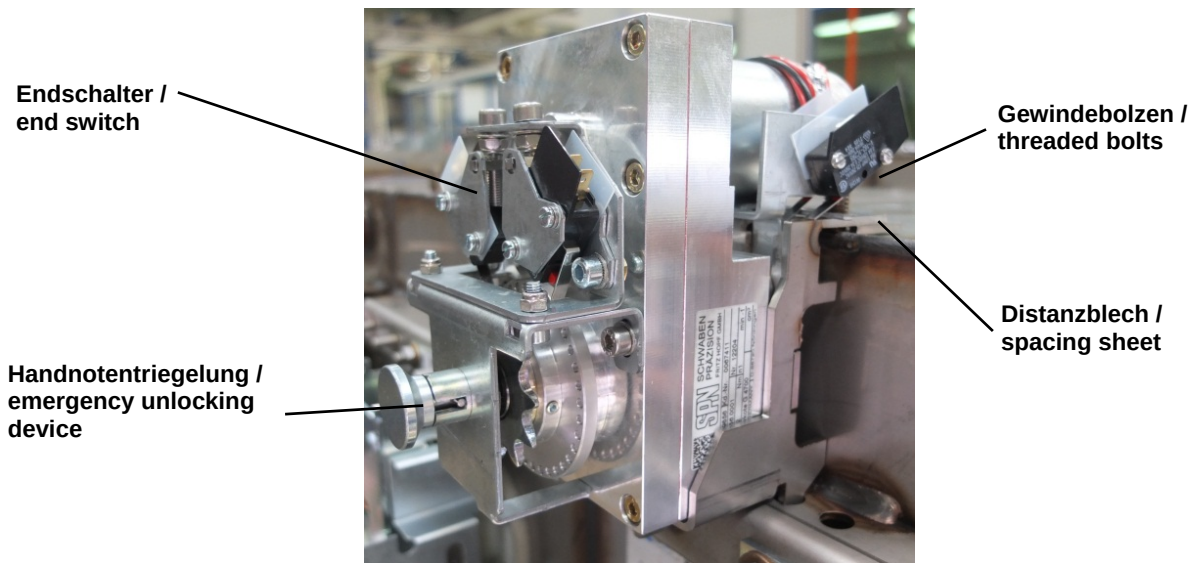

Abb. 13: Antriebseinheit (1) / pict. 13: drive unit (1)
- Für Freilauf des Motorkettenrades Handnotentriegelung (s. Abb. 13) ziehen und nach 90°-Drehung in gezogener Stellung einrasten lassen. Der Motorantrieb ist jetzt ausgekuppelt.